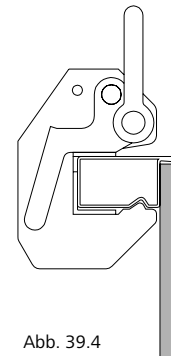

Abb. 39.4
3. Zum Verriegeln Sicherheitshebel wieder in Ausgangsstellung drücken (Abb. 39.4).